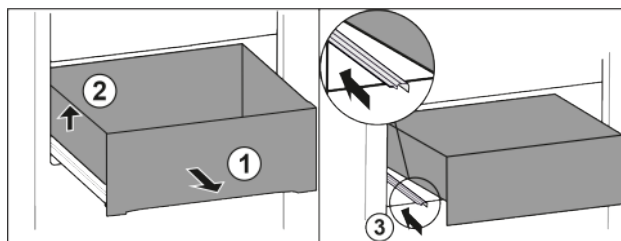

Fig. 17
- Вытяните выдвижной ящик до упора. Fig. 17 (1)
- Приподнимите выдвижной ящик слева. Fig. 17 (2)
- Вставьте левую направляющую. Fig. 17 (3)